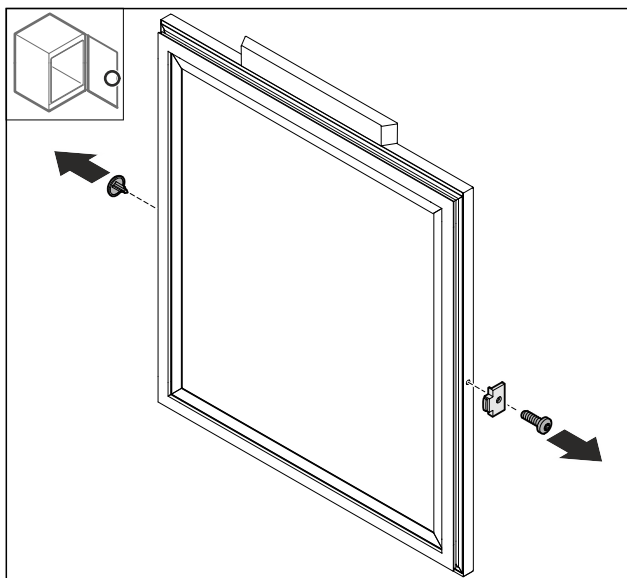

Fig. 75
- Зніміть кожух Fig. 75 (1).
- Демонтуйте дверний обмежувач Fig. 75 (2).